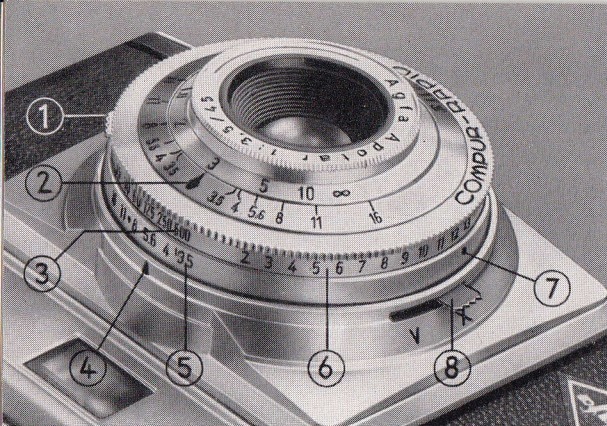

Abb. 12
Vorteilhaft ist natürlich ein Belichtungsmesser, der bereits Lichtwertangaben liefert. Zur Übertragung des gemessenen Lichtwertes drückt man die kleine Griffplatte 1 Abb. 12 des federnden Blendenringes in Richtung Film und hält sie in dieser Stellung fest. Die andere Hand dreht dann den gerändelten Zeitring, wobei die rote Markierung 7 neben der einzustellenden roten Lichtwertzahl (6) stehen muß.
Will man, wie bisher gewohnt, **ohne Lichtwert** Verschußzeit und Blende getrennt einstellen, so muß nur beachtet werden, daß unbedingt **zuerst** die Verschußzeit und dann die Blende eingestellt wird. Wie oben beschrieben, wird auch hier zunächst der federnde Ring 1 Abb. 12 zurückgedrückt und zuerst die ermittelte Verschußzeit auf die schwarze Marke 4 eingestellt. Erst dann stellt man den Blendenring durch Drehen auf die gewünschte Zahl ein.